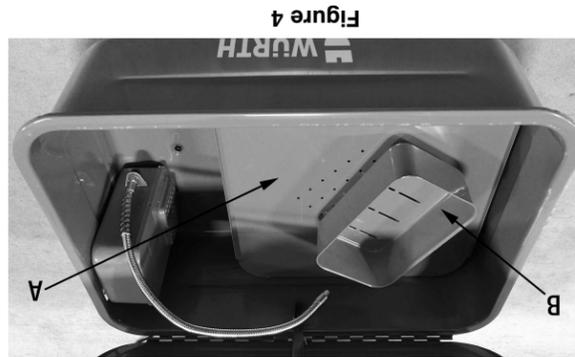

Figure 4
- Placez le plateau de travail (A) Fig.4 et le panier (B) dans le bassin tel que montré.